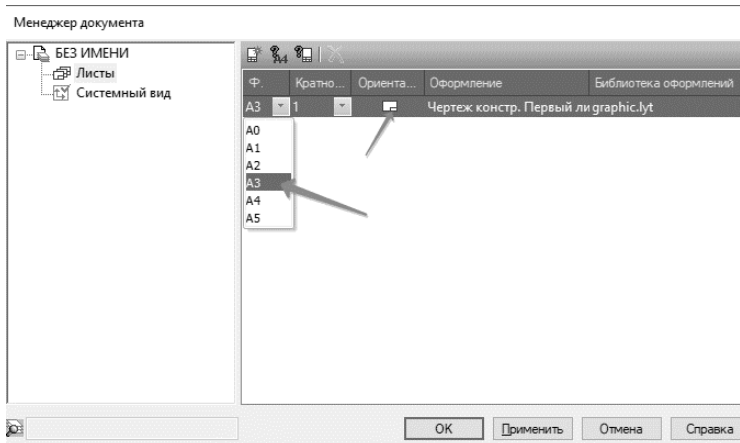

Рис. 38. Изменение параметров листа
1.3.4 Нажмите кнопку **ОК**. После этого лист чертежа изменит формат и ориентацию (рис. 38).